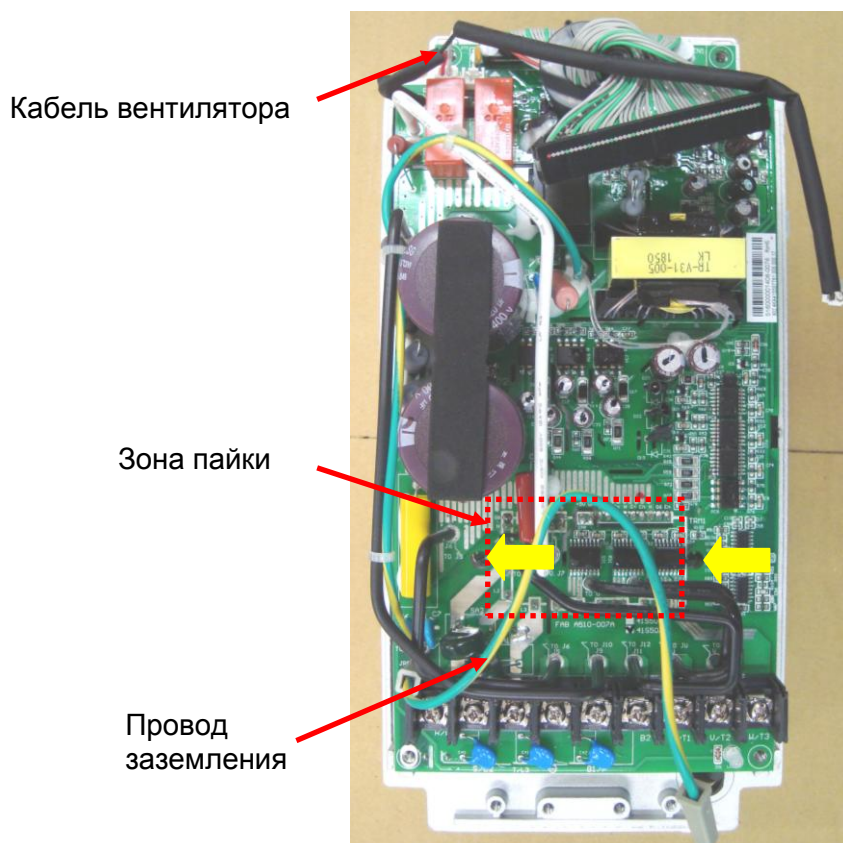

Рис. 7.8
7.3.1. Взять плату драйверов и установить ее на радиаторе, совместив отверстия платы с выводами матрицы IGBT (рис. 7.8).
7.3.2. Затянуть два винта крепления матрицы IGBT к радиатору (желтые стрелки, рис. 7.8).
7.3.3. Паять 32 контакта матрицы IGBT (рис. 7.8).
7.3.4. Подсоединить кабель вентилятора к разъему CN2 (рис. 7.8)
7.3.5. Подсоединить провод заземления (рис. 7.8)